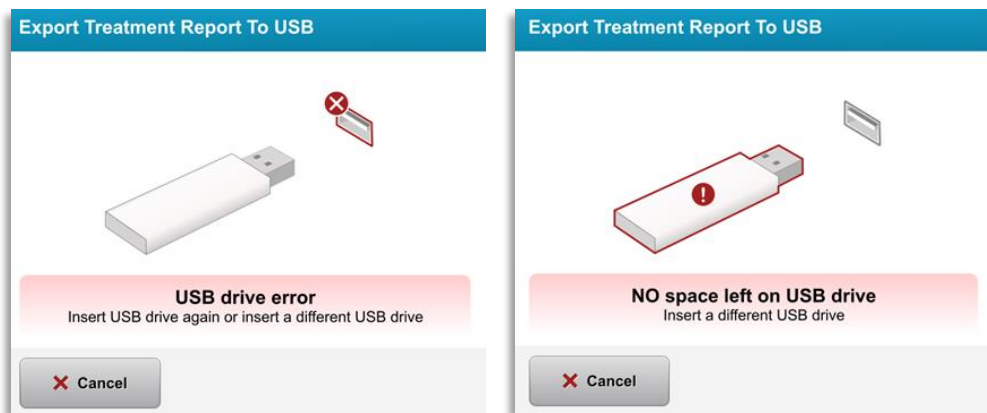

Figura 3-41. Error de USB y No queda espacio en el USB
- o Si el USB está lleno o el sistema no puede leerlo, aparecerá un mensaje de error, tal como se muestra en la figura 3-41.